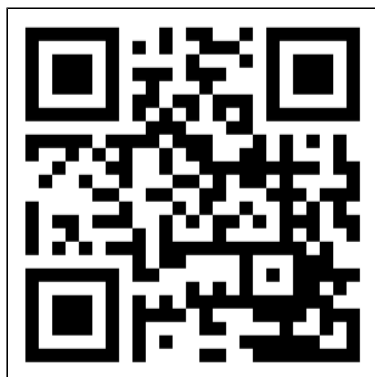

Figure 82.
1. Ouvrez le manuel de l'application Eurom Smart avec le QR-code (Figure 82) ou rendez-vous sur www.eurom.nl/nl/manuals.